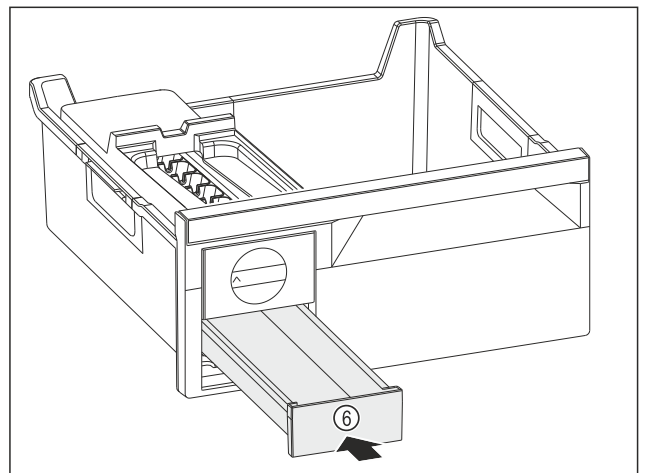

Fig. 150
- ▶ Eiskubenschubfach Fig. 150 (6) einschieben.